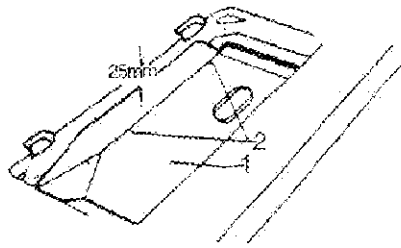

Рисунок 1
Установите диск (1) с 4 булавками (2) в отверстие пластины. Обязательно удостоверьтесь, что расстояние между масляным диском и поверхностью пластины – ровно 25 мм. Правая сторона масляного диска должна устанавливаться с правой стороны пластины (см. рисунок 1).